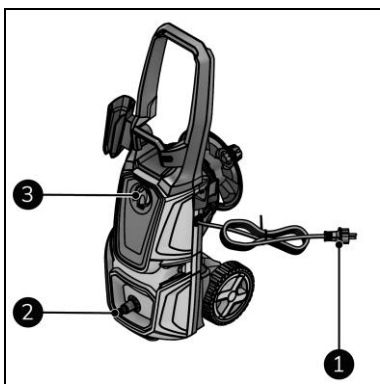

Figure 11
2. Assurez-vous que le commutateur MARCHE(I) / ARRÊT(0) (figure 11, pos. 3) est en position ARRÊT(0).
3. Insérez la fiche d'alimentation (figure 11, pos. 1) dans une prise reliée à la terre et facilement accessible.
4. Raccordez l'alimentation en eau à l'appareil (figure 11, pos. 2).